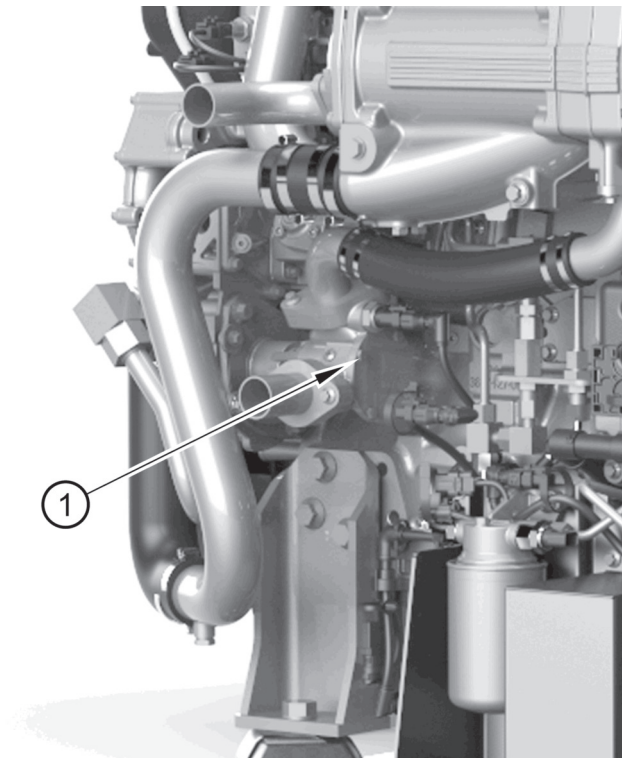

Abbildung 10
3. Entfernen Sie die Endplatte der Hilfspumpe, indem Sie die 4 Befestigungsschrauben (Abbildung 10, Nummer 1) abschrauben und das Wasser in einen geeigneten Behälter abfließen lassen.